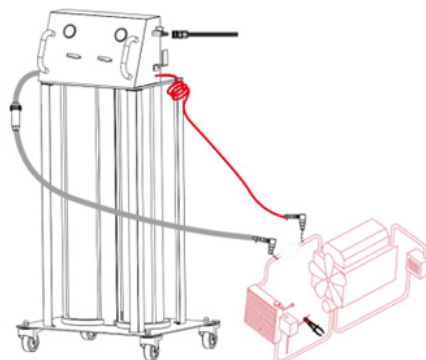

Fig 10.
1. Trennen Sie den oberen Kühlerschlauch ab, wählen Sie die Schläuche und Adapterstufen in der entsprechenden Größe aus und verbinden Sie sie mit den Fahrzeugschläuchen. Schließen Sie den alten Flüssigkeitsschlauch (durchsichtig) an der Kühlerseite an und den neuen Flüssigkeitsschlauch (rot) an der Motorseite; (Abb. 10).